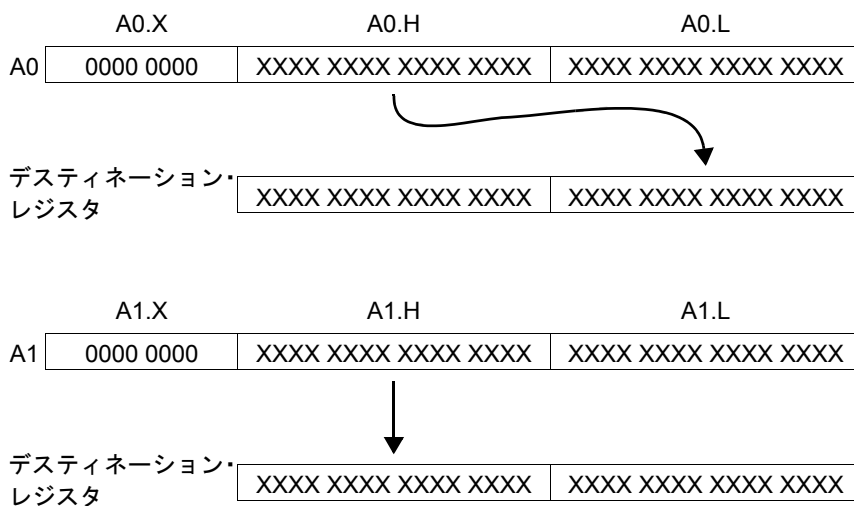

図 2-14. 小数オペランドの乗算
- 乗算で小数オペランドまたはIHオプションを使用する場合には、結果の上位ハーフが抽出され、16ビットのデスティネーション・レジスタに格納されます (図 2-14を参照)。